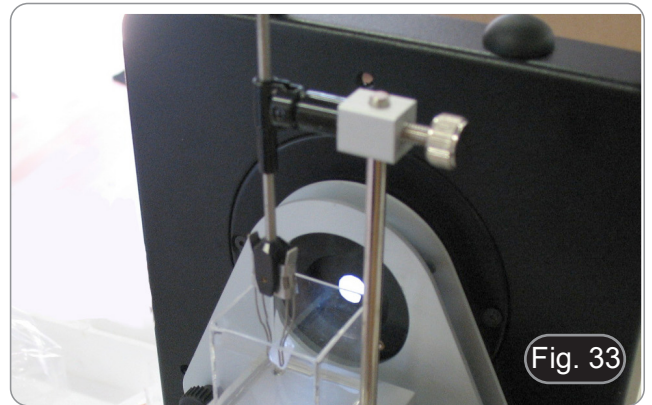

Fig. 33
5. Befestigen die Juwelencclip an der vertikalen Stange, um die Probe in der Tauchzelle zu halten. (Fig. 33)